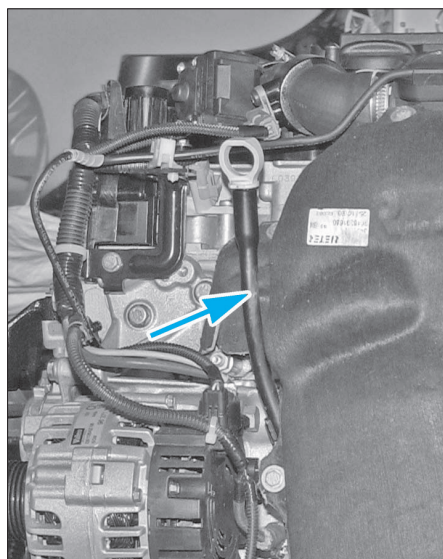

FIG. 55
- le guide de jauge à huile (Fig.55).